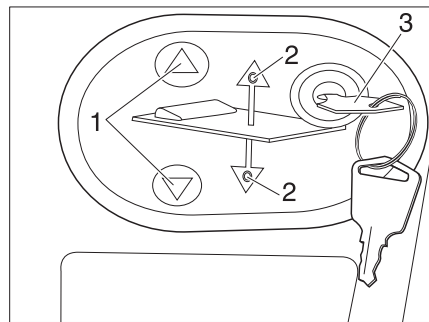

Bild 171 Bedienpanel für elektrisches Hubbett
- Schlüssel (Bild 171,3) in das Bedienpanel stecken.
- Auf Taste  oder  (Bild 171,1) drücken und gedrückt halten. Die jeweilige LED (Bild 171,2) leuchtet und das Hubbett senkt oder hebt sich.
- Wenn die gewünschte Position erreicht ist, Taste  oder  (Bild 171,1) wieder loslassen. Die jeweilige LED (Bild 171,2) erlischt.
- Schlüssel (Bild 171,3) abziehen.